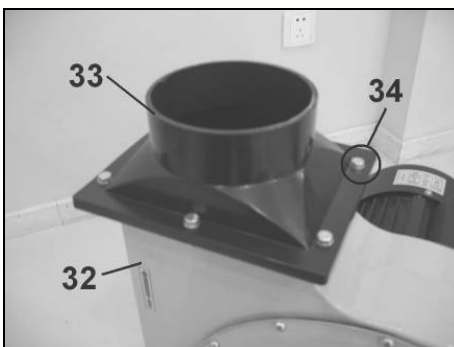

Fig 15
- Placez ensuite le raccord de sortie (33) en positionnant bien le joint (31), puis fixez-le avec 6 ensembles vis hexagonale / rondelles / écrou (34) (Fig 15).